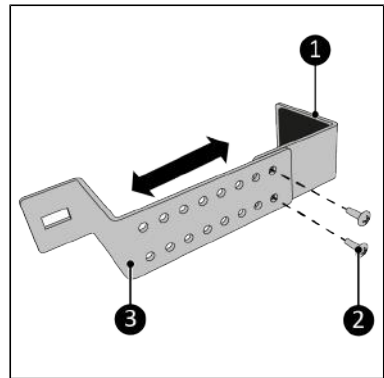

Figure 181.
3. Vissez la partie supérieure (Figure 181, pos. 1) et la partie inférieure (Figure 181, pos. 2) ensemble au moyen des deux vis M5 x 7 mm (Figure 181, pos. 3). Assurez-vous que la largeur soit légèrement supérieure à la largeur du cadre de la fenêtre.